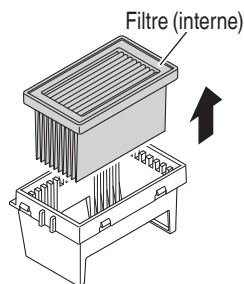

Fig. 25
- (2) Retirez le filtre depuis l'intérieur et remplacez-le par un filtre neuf. (Fig. 25)